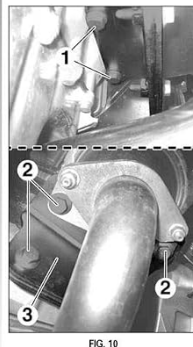
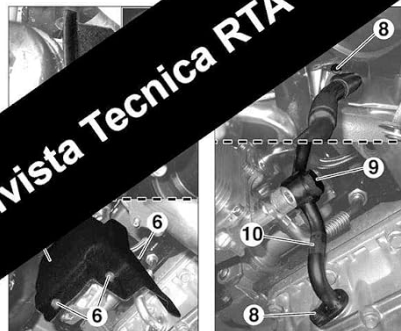

FIG. 10
FIG. 11
- Staccare le viti (1) (Fig. 10).
- Staccare le viti (2) e la staffa (3).
- Staccare (Fig. 11):
- le viti (4) e il riparo superiore
- le viti (6) e il riparo inferiore